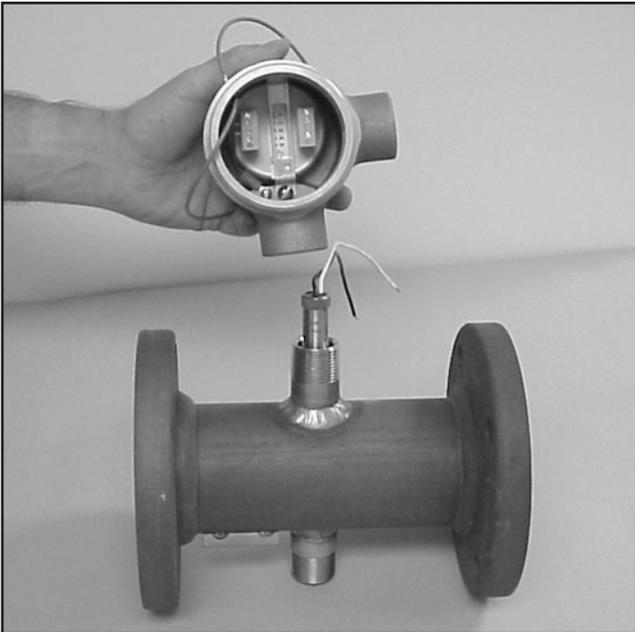

Figure 1
4. Enlever la boîte de jonction du débitmètre en tournant dans le sens antihoraire, figure 1.